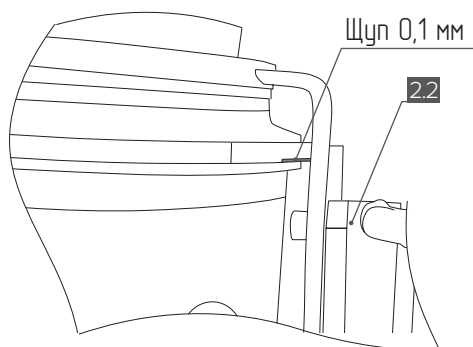

Рис. 9
4. Отрегулируйте зазор между вилкой и фланцем при помощи шупа, установив его на всю плоскость прилегания вилки так, чтобы величина зазора составила 0,1 мм от нижнего края фланца. Зафиксируйте актуатор [2.2] при помощи болтов М4х10 [2.3] В, как показано на рис. 9.